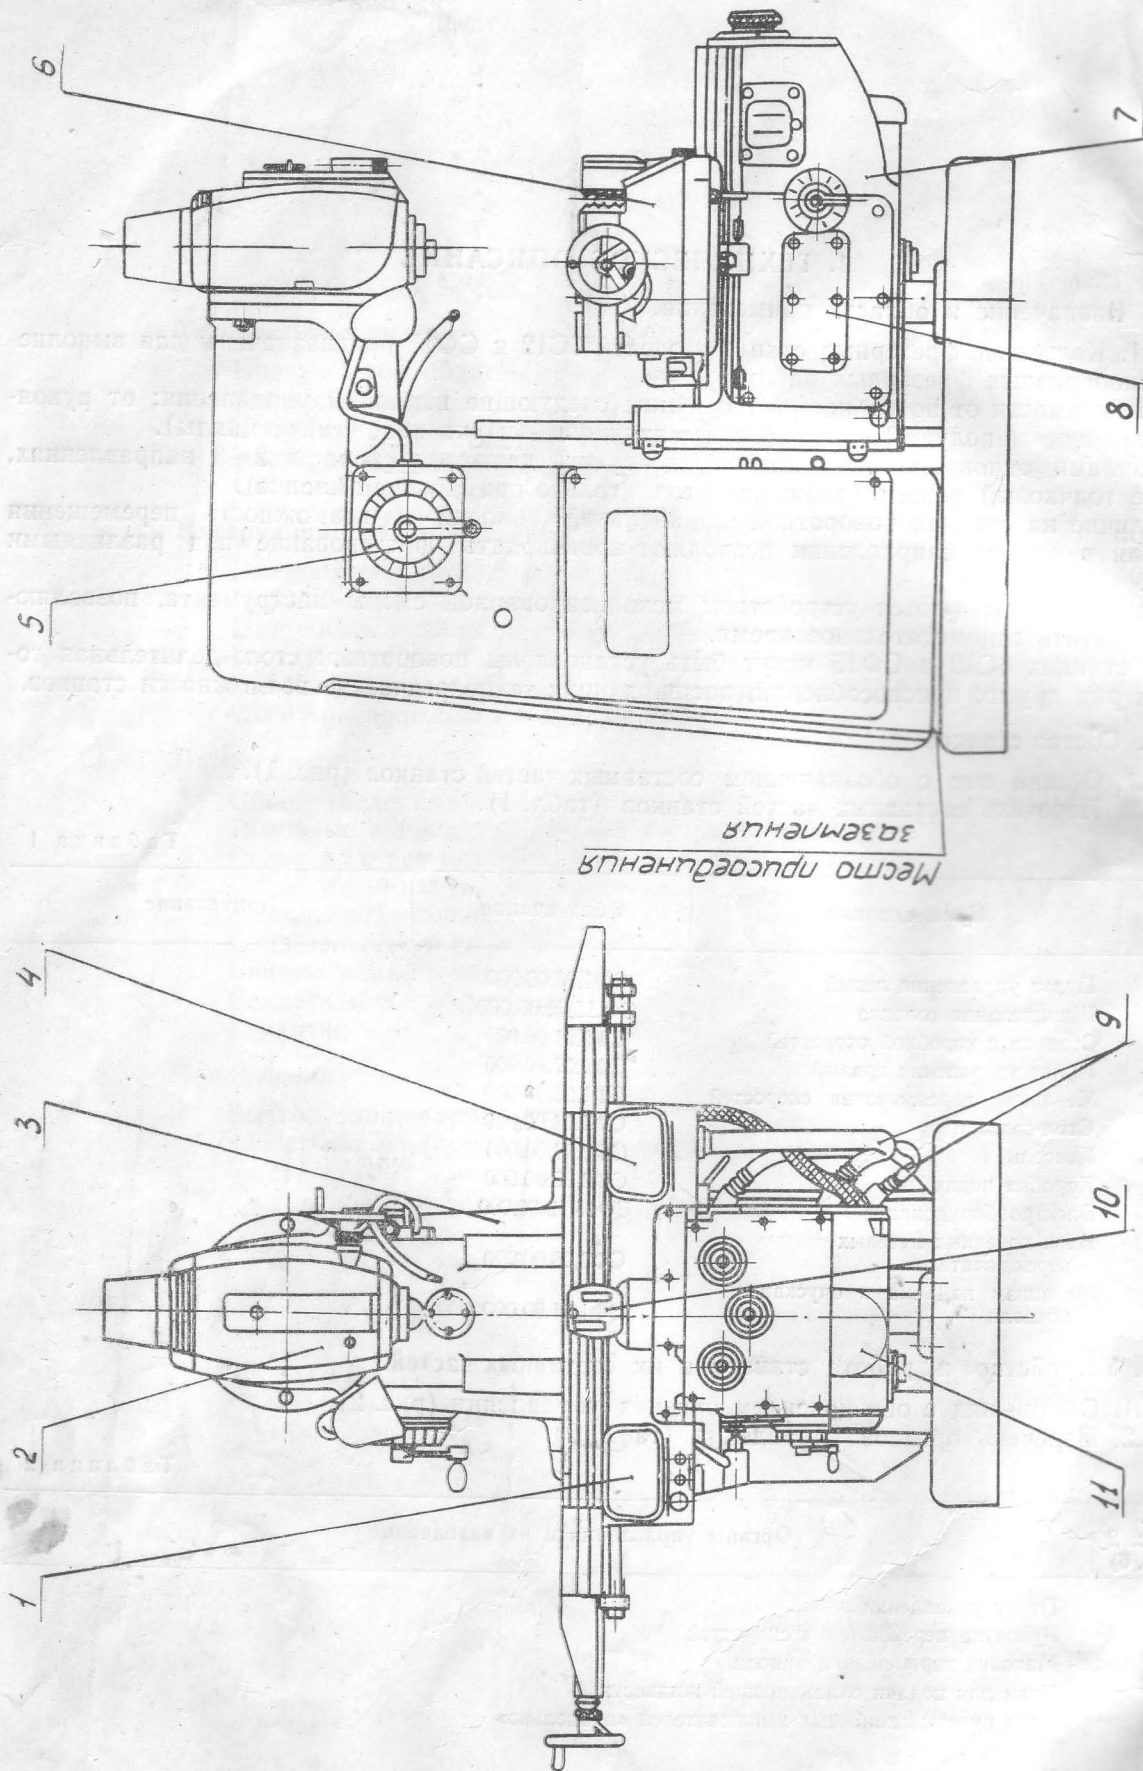

Рис. 1. Расположение составных частей станков моделей 6С12 и СФ15.
1.2.1. Общий вид с обозначением составных частей станков (рис. 1).